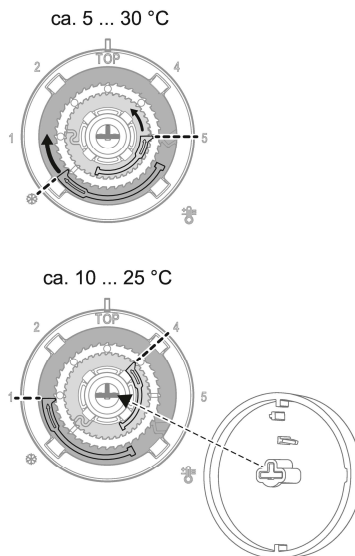

Bild 4: Einstellung der Temperaturbegrenzung (vorder/nachher)
- Bedienknopf von der Zentralplatte abziehen, so dass die Einstellringe sichtbar sind (Bild 4).
- Bedienknopf wieder aufstecken, dabei Kodierung (Bild 4) der Drehachse beachten.